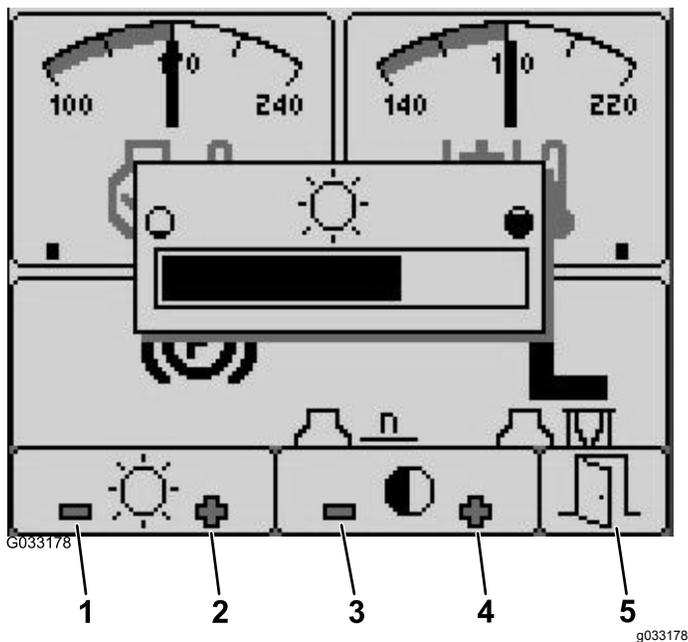

Figura 27
1. Dalla schermata di avvio, premete il pulsante 5 per accedere alla barra del menu pop-up luminosità/contrasto (Figura 27).
2. Premete il pulsante 1 per diminuire la luminosità, il pulsante 2 per aumentare la luminosità, il pulsante 3 per diminuire il contrasto e il pulsante 4 per aumentare il contrasto (Figura 27).
3. Una volta impostata la luminosità/contrasto, premete il pulsante 5 per uscire (Figura 27).